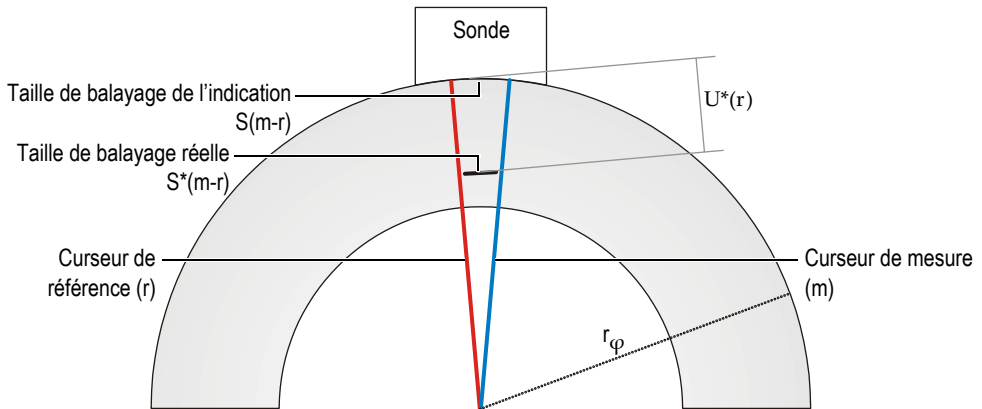

Figure 10-8 Taille de balayage réelle d'une indication
Dans l'exemple d'évaluation de la taille de l'indication utilisé dans la procédure suivante, vous pouvez utiliser le composant **Échange Excel** pour calculer, dans Excel, la taille réelle de balayage [$S^*(m-r)$] d'une indication dans un cylindre (voir Équation (1) à la page 471 et Figure 10-8 à la page 471), en utilisant les valeurs $S(m-r)$ et $U(r)$ proposées par TomoView.